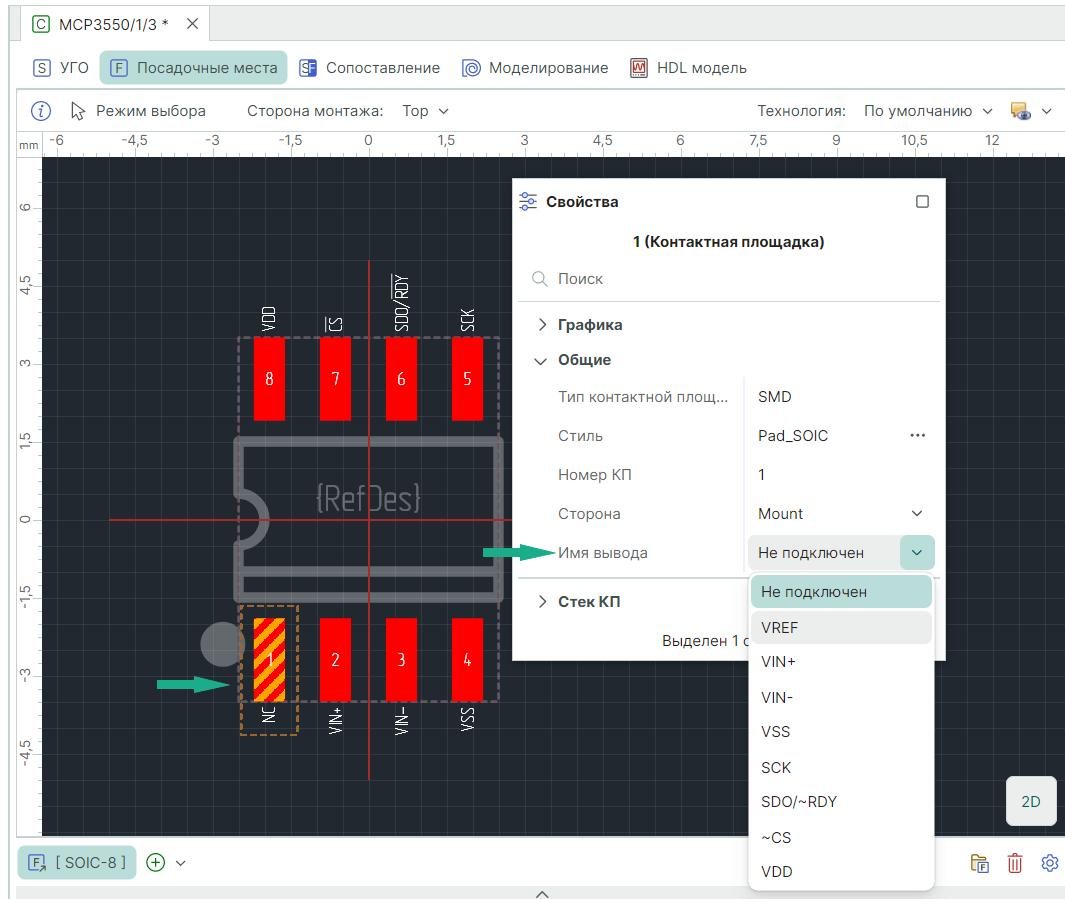

Рис. 272 Сопоставление КП через панель «Свойства»
2. В выпадающем списке «Свойства» → «Общие» → «Имя вывода» выберите контакт для сопоставления, см. Рис. 272.